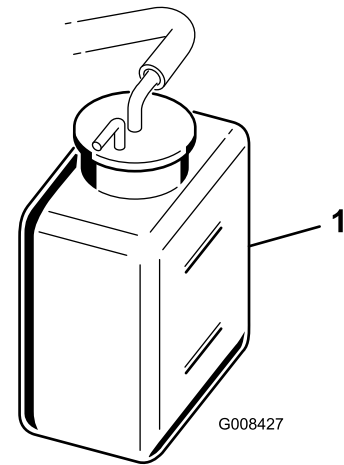

図 28
2. 冷却液の量を点検する（図 28）。エンジンが冷えている状態で、補助タンク側面についている 2 本のマークの間であれば適正である。